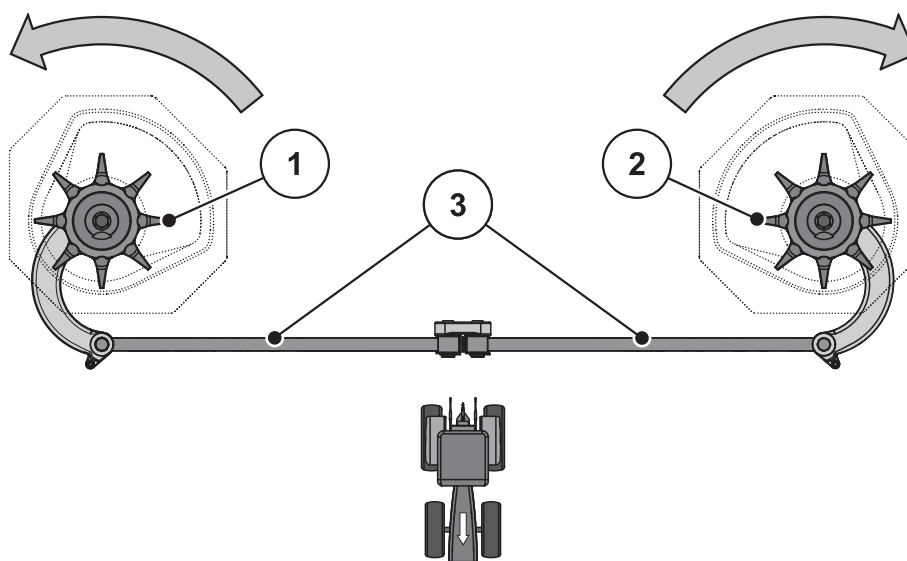

Bild 9.5: Kontrollera omrörardriften.
2. Vrid omröraren manuellt i **spridartallrikens** vridriktning. Se bild 9.5.
3. Skruva fast omröraren manuellt eller med hjälp av ett kraftigt oljefilterband mot **spridartallrikens vridriktning**. Se bild 9.5.